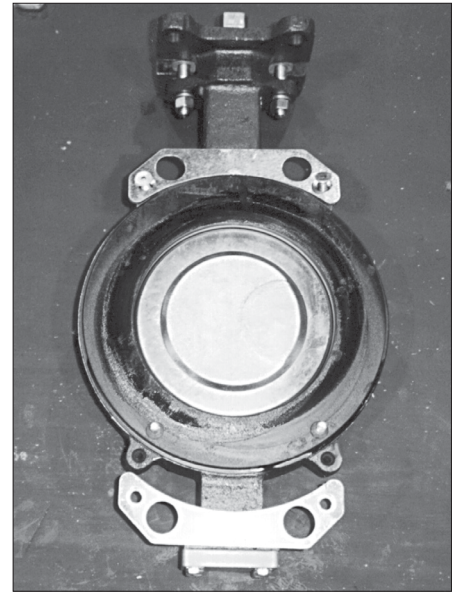

Abb. 3 – Sitzhaltering mit Einzelteilen
Zum Entfernen des Sitzhalterings (23) die Zylinderschrauben (24) aus dem Sitzhaltering herausdrehen (Flansch-Ausführung) bzw. die Halteplattenschraube (34) aus den Halteplatten (33) herausdrehen und/oder die Clips (35) entfernen (Zwischenflansch-Ausführung). (siehe Abb. 3)